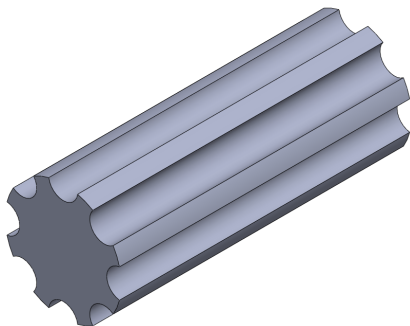

图 14-5 创建拉伸凸台特征
(5) 退出草图绘制环境，单击【拉伸凸台/基体】按钮, 选择新绘制的草图，弹出【凸台-拉伸】属性管理器，设置【深度】为 50，单击【确定】按钮, 即可创建拉伸凸台特征，效果如图 14-5 所示。